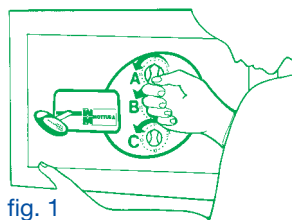

fig. 1
Portare i pomelli esterni A, B e C nella posizione zero ruotandoli in senso antiorario come da fig. 1.
- Portare i pomelli A, B e C nella posizione zero facendoli ruotare in senso antiorario, come da fig. 1.
- 1) Portare i tre pomelli A, B e C nella posizione zero ruotandoli in senso antiorario come da fig. 1.
- Ruotare il perno cambio combinazione in senso antiorario dalla posizione E alla posizione F, come da fig. 2 e riportare i pomelli esterni A, B e C nella posizione zero, come da fig. 1.